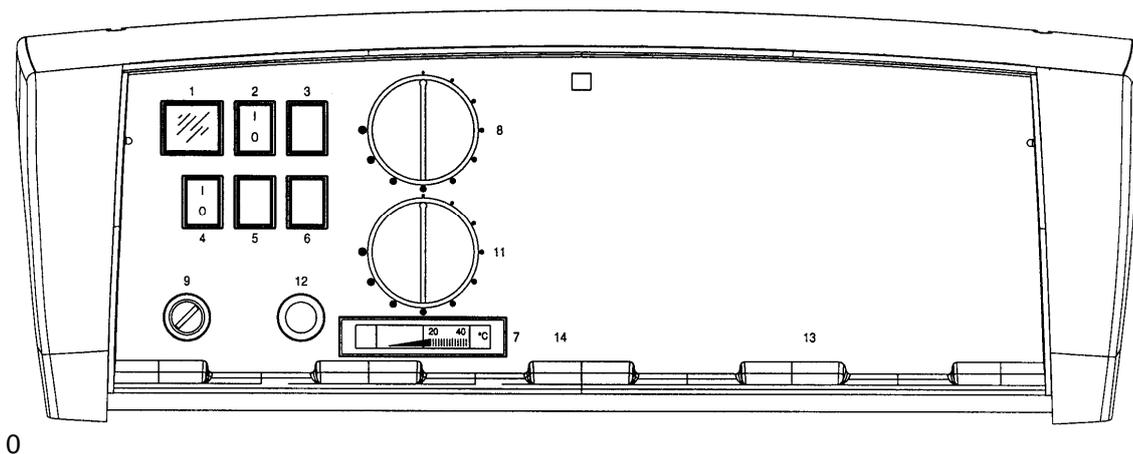

Fig. 6
7.2 PANNELLO COMANDO ELETTROMECCANICO OPZIONALE (Fig. 6)